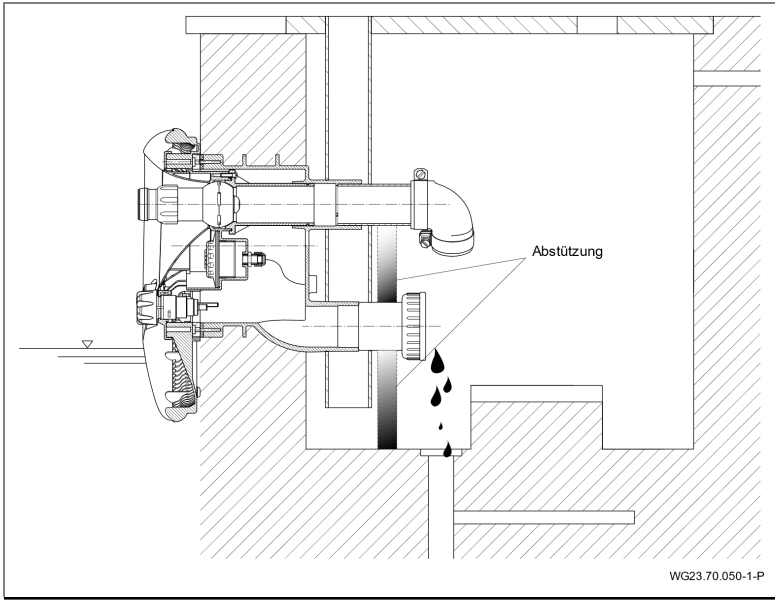

Abb. 26
- 3. Saug- und Druckleitung durch Abstützung entlasten. Siehe "Abb. 26" auf Seite 44.